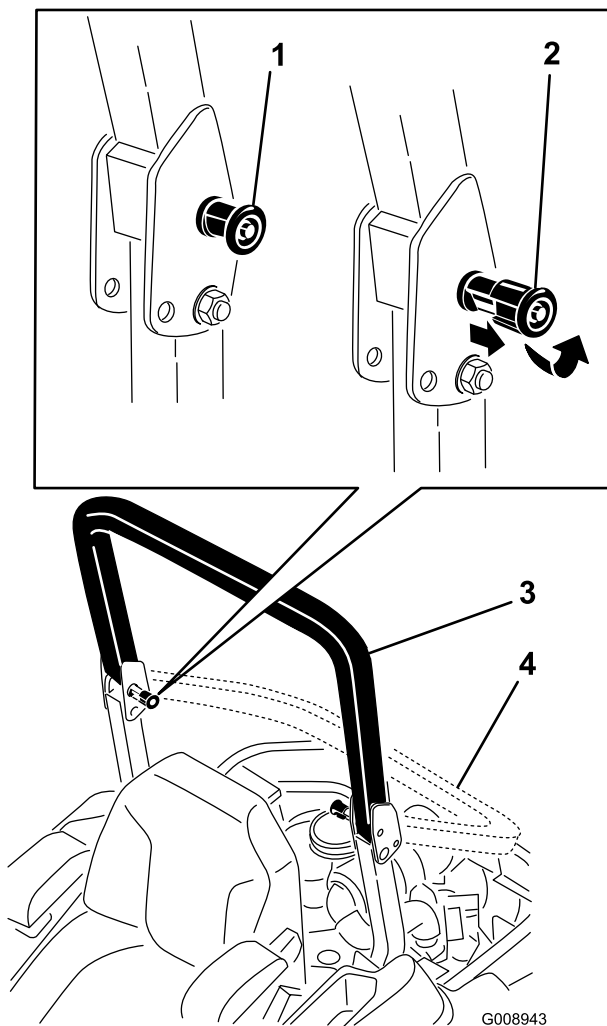

Figure 13
2. Tirez sur les deux boutons et tournez-les à 90° pour les désengager (Figure 13).
3. Faites pivoter l'arceau de sécurité à la position abaissée (Figure 13).
4. Pour relever l'arceau de sécurité à la position d'utilisation, tournez les boutons de sorte à les déplacer partiellement dans les rainures (Figure 13).
5. Redressez l'arceau de sécurité en position relevée tout en poussant dessus; les goupilles s'engagent en position quand les trous sont en face (Figure 13).